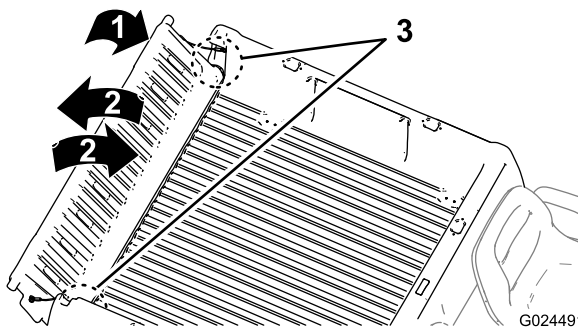

図 19
2. テールゲートを 45°程度の角度にする図 19。
3. この位置から、テールゲートを小刻みに前後に振るように数回往復させる図 19。